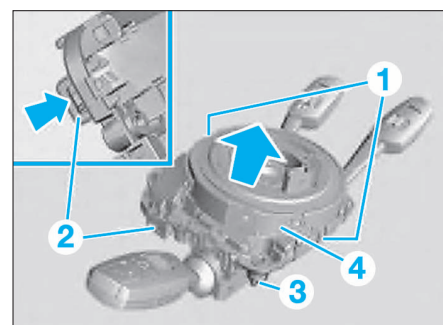

FIG. 8
- Déverrouiller les crans (1) (Fig.8).